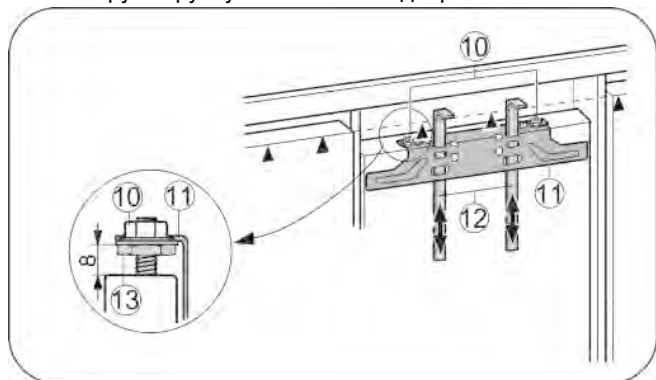

Fig. 25
- ▶ Монтажные приспособления Fig. 25 (12) сдвиньте вверх на высоту мебельной дверцы. Нижняя упорная кромка монтажного приспособления = верхней кромке подлежащей установке мебельной дверцы.
- ▶ Открутите крепежную поперечину Fig. 25 (11) с помощью контргайки Fig. 25 (10).